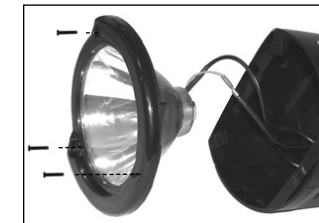

Fig. 5
1. Remove three (3) screws from front bezel of spotlight with a Phillips-head screwdriver, then slide out the lighting sub-assembly. (Fig. 5)
1. Retirez les trois (3) vis de la lunette frontale du projecteur à l'aide d'un tournevis à pointe cruciforme (Phillips), puis faites glisser le sous-ensemble d'éclairage pour le sortir (fig. 5).